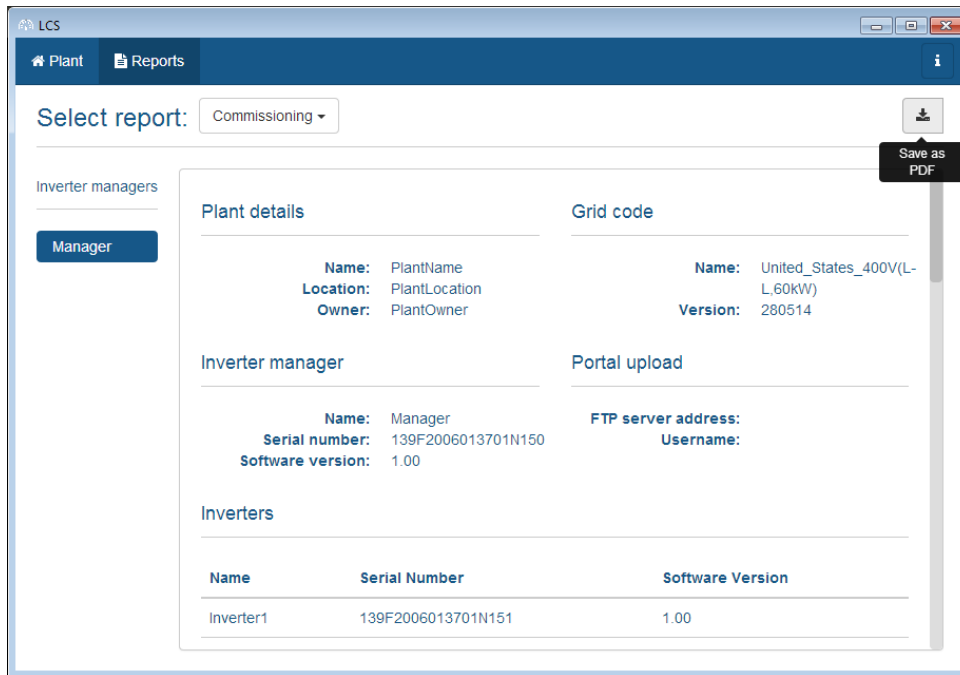

Ilustración 3.10 Herramienta LCS: informe de puesta en marcha
- Tras la puesta en marcha, es posible descargar un informe de puesta en marcha en el menú «Informes». El informe contiene toda la información sobre la configuración del inversor, incluidos los valores de desconexión reales de cada inversor. Consulte *Ilustración 3.10*.